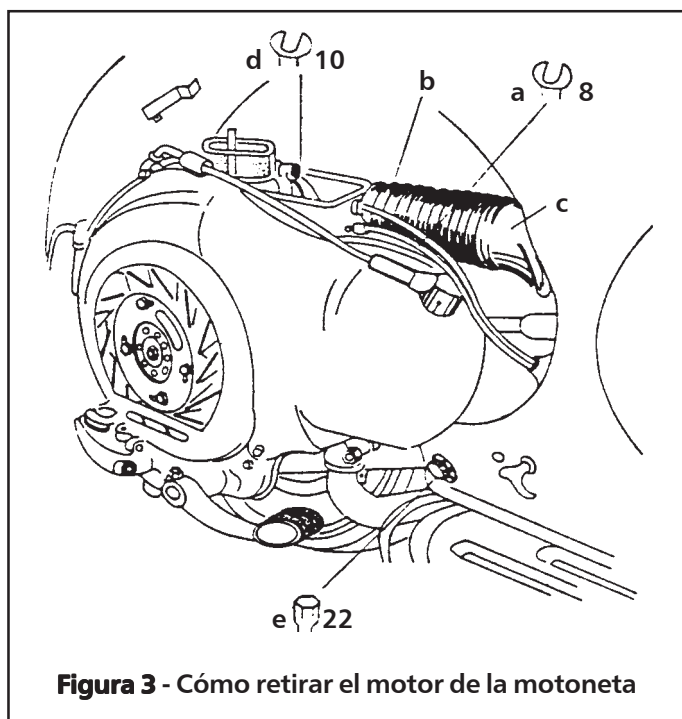

Figura 3 - Cómo retirar el motor de la motoneta
6. Abra la tapa de la caja del purificador de aire y desconecte el cable del acelerador (a) y del estrangulador («choque») (b). Luego desprenda el fuelle de caucho (c). Cierre la llave del combustible y desconecte el tubo de gasolina del banjo (d). (ver figura 3)
8. Sostenga el motor con cuidado y luego retire el perno principal de la base (c). **ver figura 3.**